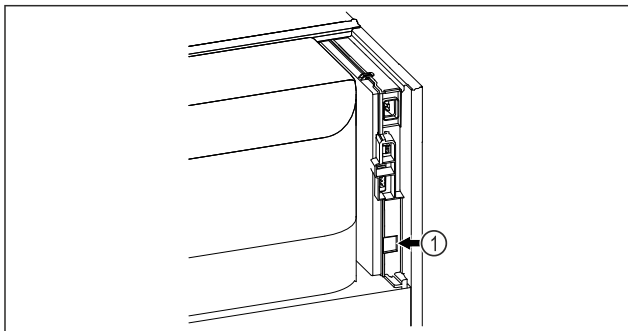

Fig. 138
- SmartModule Fig. 138 (1) is geplaatst.